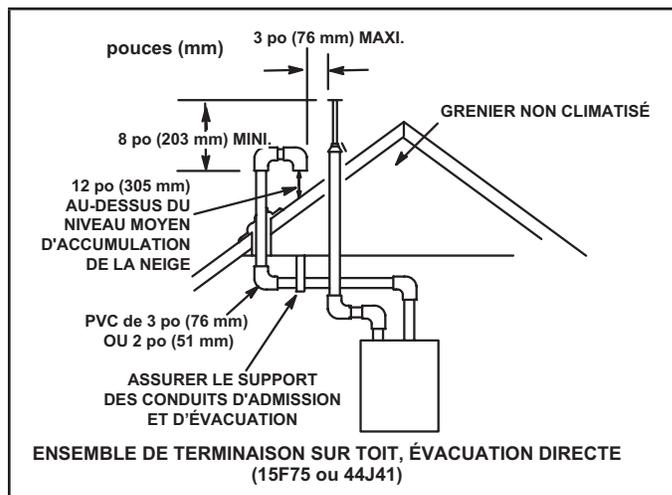

FIGURE 36
Les conduits d'admission et d'évacuation peuvent être acheminés soit horizontalement à travers un mur extérieur, soit verticalement à travers le toit. Pour les installations sous comble ou en placard, il est préférable d'utiliser une terminaison verticale à travers le toit. Les « FIGURE 36 » à « FIGURE 43 » illustrent des terminaisons typiques.
- 3 - Avec les terminaisons sur toit, le conduit d'admission doit comporter deux coudes à 90° et se terminer verticalement vers le bas (voir « FIGURE 36 »).